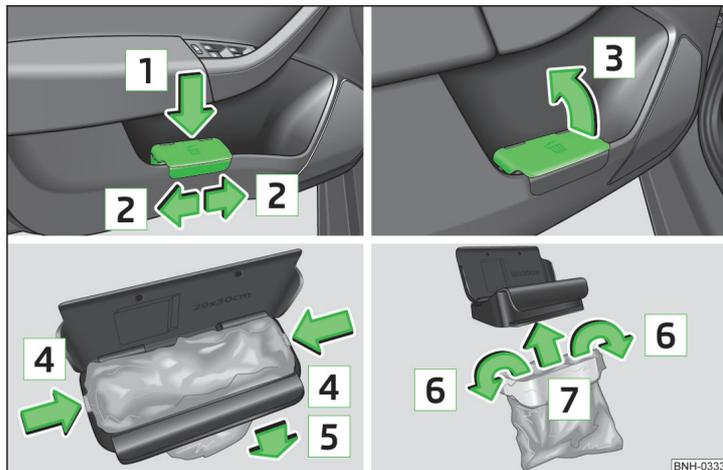

Fig. 65 Portarifiuti: inserimento e spostamento / apertura / sostituzione del sacchetto
- Premere con forza il portarifiuti nell'area posteriore in direzione della freccia **1** » fig. 65.
- Estrarre il portarifiuti in direzione opposta a quella indicata dalla freccia **1** » fig. 65.
- Aprire il portarifiuti nella direzione indicata dalla freccia **3** » fig. 65.
- Premere i due naselli di innesto dell'intelaiatura interna in direzione della freccia **4** » fig. 65 allontanandoli dal corpo del contenitore.